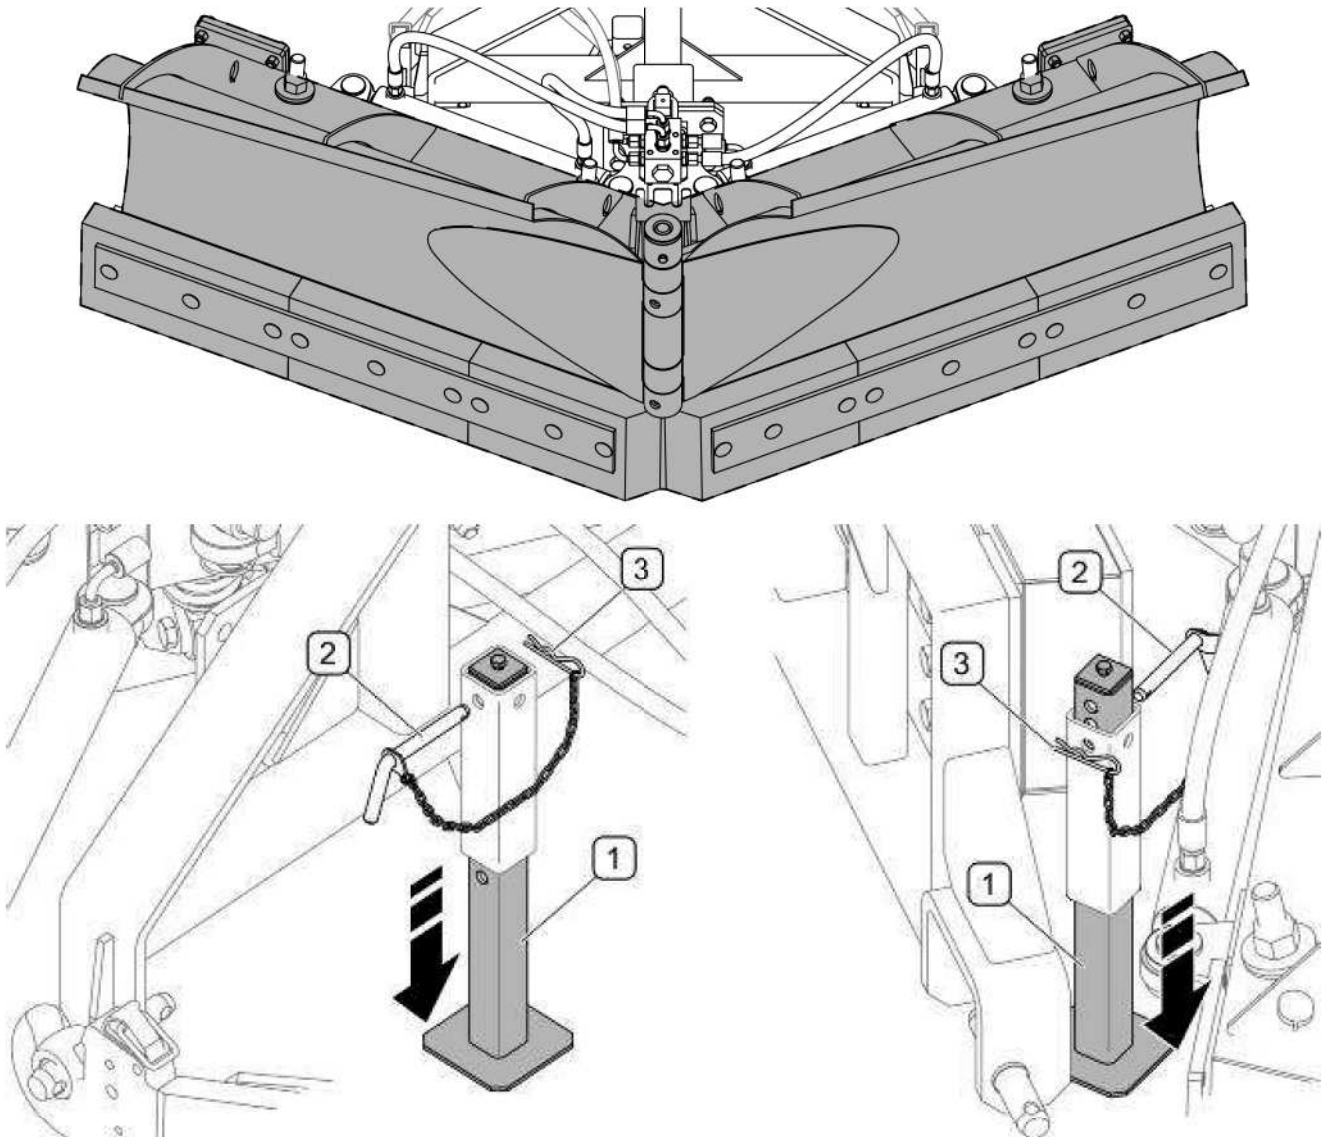
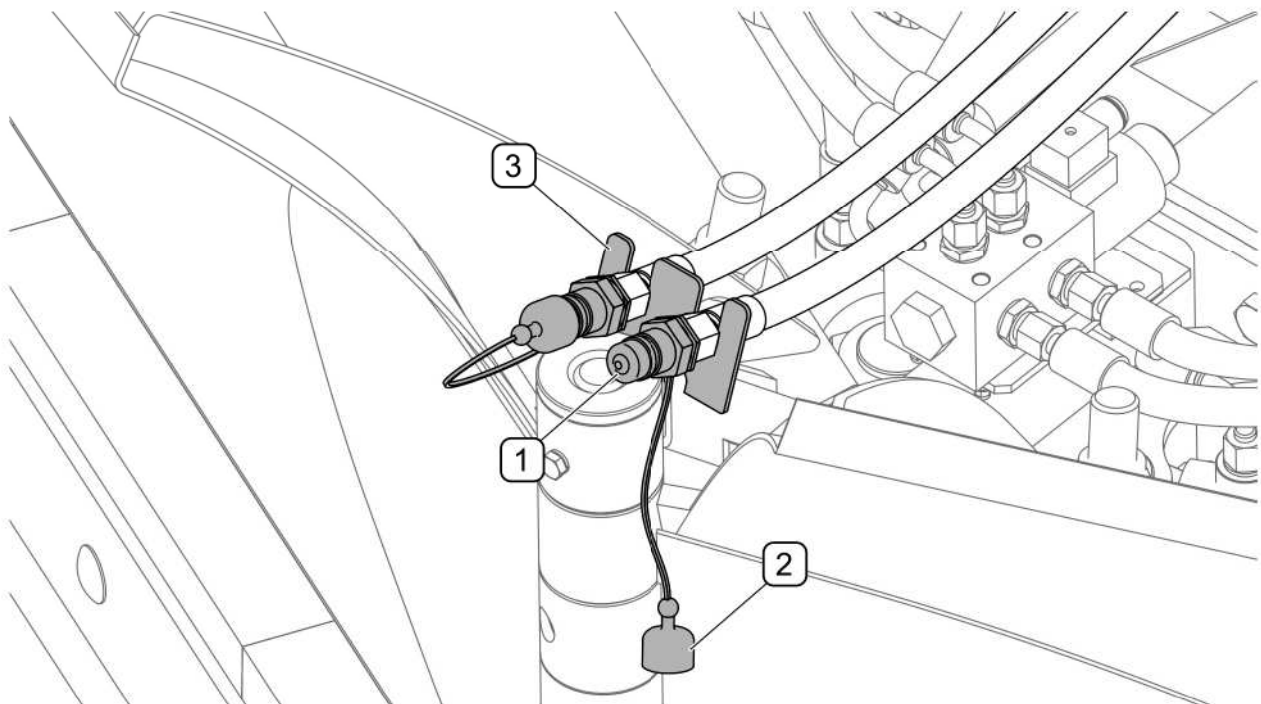

ABBILDUNG 4.11 Abtrennen vom Schlepper
ABBILDUNG 4.12 Sicherung der Hydraulikanschlüsse
- Den Pflug so einstellen, dass die Räumschilder nach hinten zeigen (ABBILDUNG 4.11);
- Den Splint (3) und den Steckbolzen (2) *herausziehen*, den Stützfuß (1) absenken (insofern vorhanden), auf die entsprechende Höhe einstellen und sichern,
- Die Schnellkupplungen der Hydraulikleitungen mit den Verschlusskappen vor Verschmutzung schützen und die Leitungen in die entsprechenden Halterungen am Rahmen einlegen (ABBILDUNG 4.12),